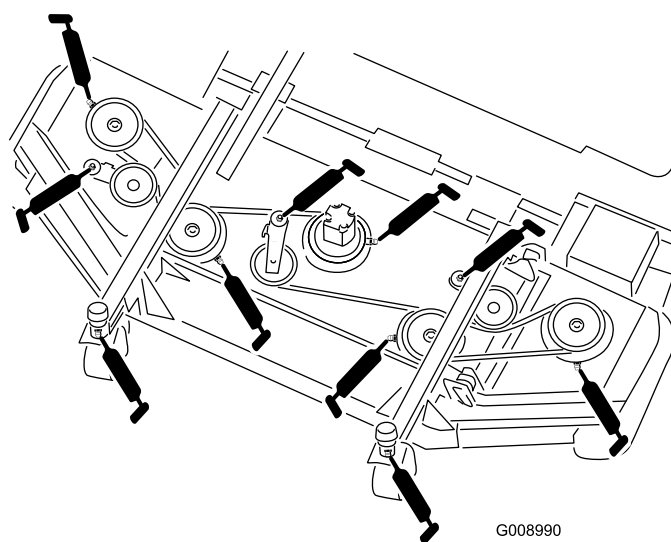

Figure 53
- Bagues d'axe de fourche de roue pivotante (2) (Figure 53)
- Paliers d'axes de pivot (5) (sur la poulie d'axe) (Figure 53)
- Bagues de pivot de bras de poulie de tension (3) (sur l'axe de pivot de poulie de tension) (Figure 53)